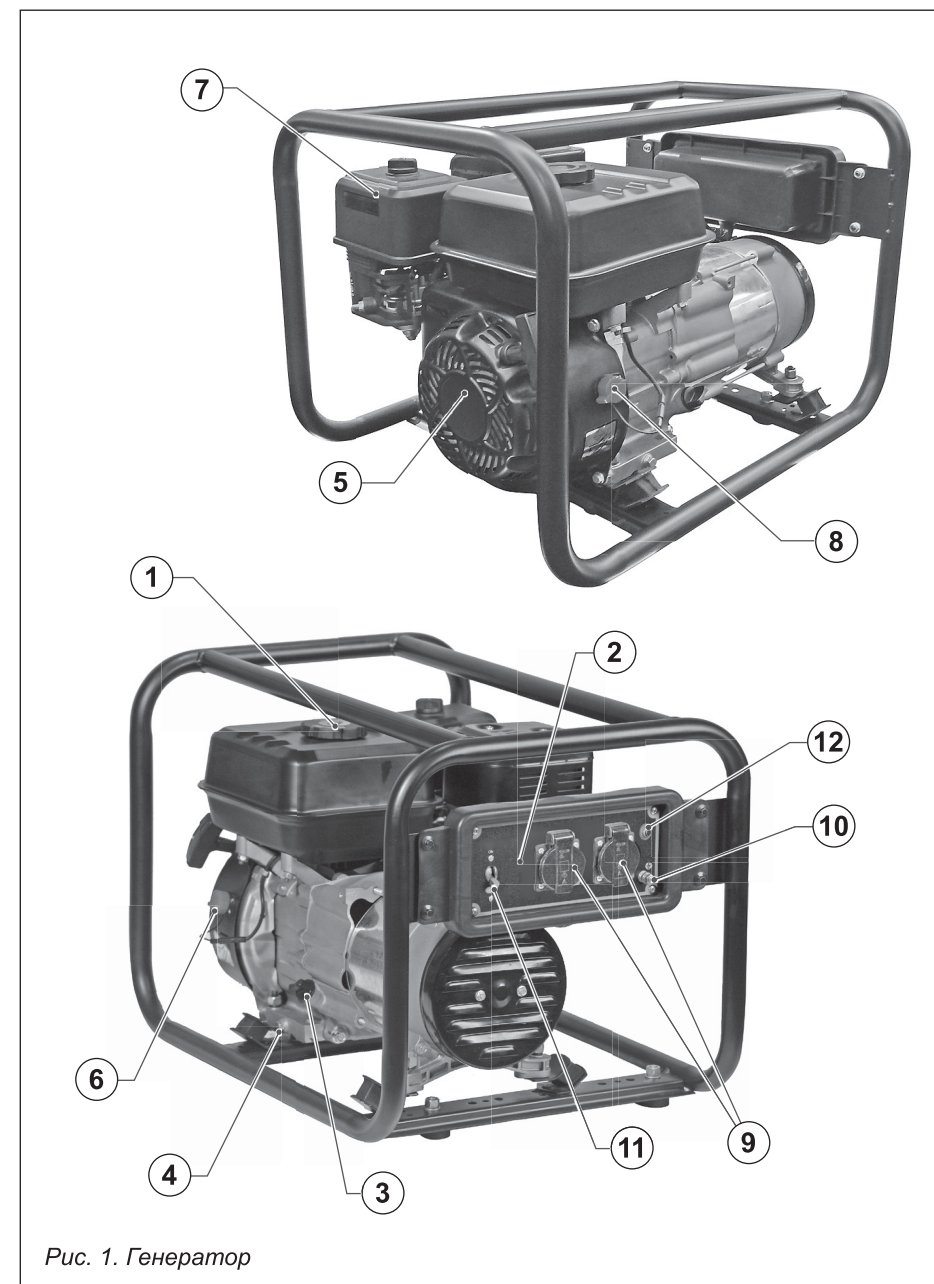

Рис. 1. Генератор
2. ОСНОВНЫЕ ЧАСТИ И УЗЛЫ ГЕНЕРАТОРА (рис. 1)